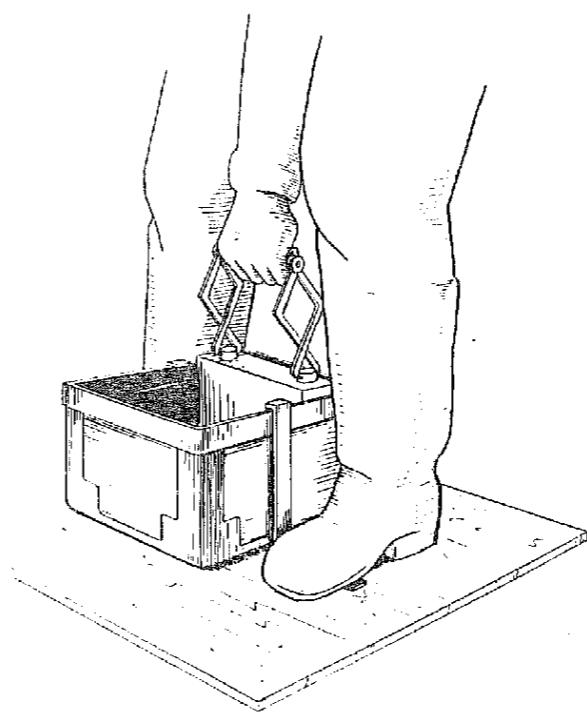

Рис. 204. Извлечение блоков пластина из моноблока
**Примечание.** При извлечении блока пластин из моноблока аккумуляторной батареи со значительным усилием рекомендуется пользоваться ножными захватами (рис. 204).